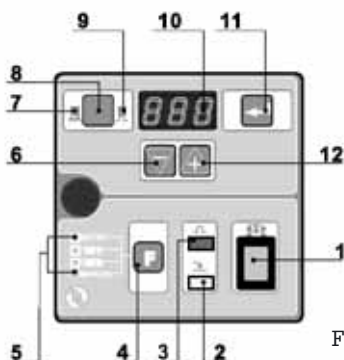

Fig. 23
9.4 - COMANDI POMPA DLS-CC (Fig.23)
9.6 - IMPOSTAZIONE PARAMETRI (Fig. 23)